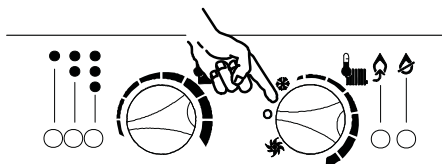

Fig. 6.4
- Apague la caldera colocando el selector de función en posición "U" como muestra la Fig. 6.4.